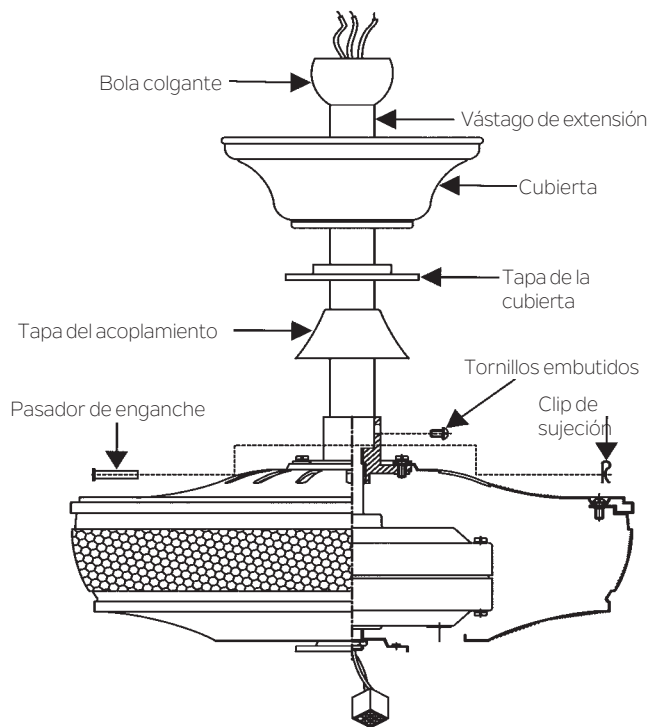

Fig. 9
Paso 8. Deslice la tapa de acoplamiento, la tapa de la cubierta y la cubierta sobre el vástago de extensión. Enrosque la bola colgante en el vástago de extensión, inserte el pasador transversal en el vástago de extensión y ajuste. Ahora, ajuste el tornillo embutido. (Fig. 9)